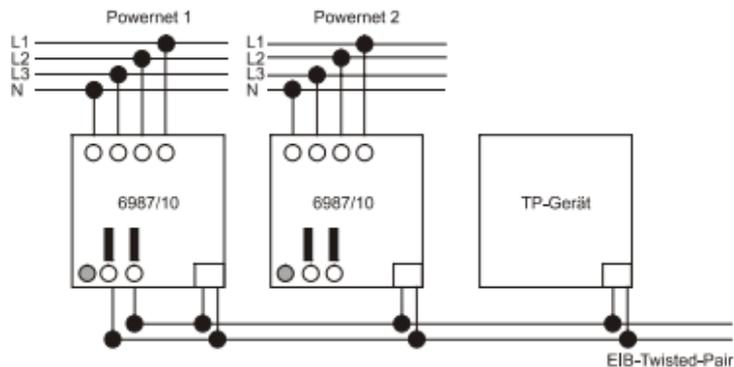

Bild 3
2. Bussspänningsförsörjning över intern spänningsförsörjning: Systemkopplaren har en intern spänningskälla, som ställer en strypt utgångsspänning på  $24\text{ V} \pm 5\text{ V DC}$  till förfogande. Över denna spänningsförsörjning kan upp till 5 ytterligare apparater (systemkopplare eller EIB-TP-apparater) försörjas (t.ex. för koppling av flere Powernet-områden). För systemkopplarens egenförsörjning måste utgångsspänningen på bussanslutningsklämmorna kopplas med brygga (s. bild 3).